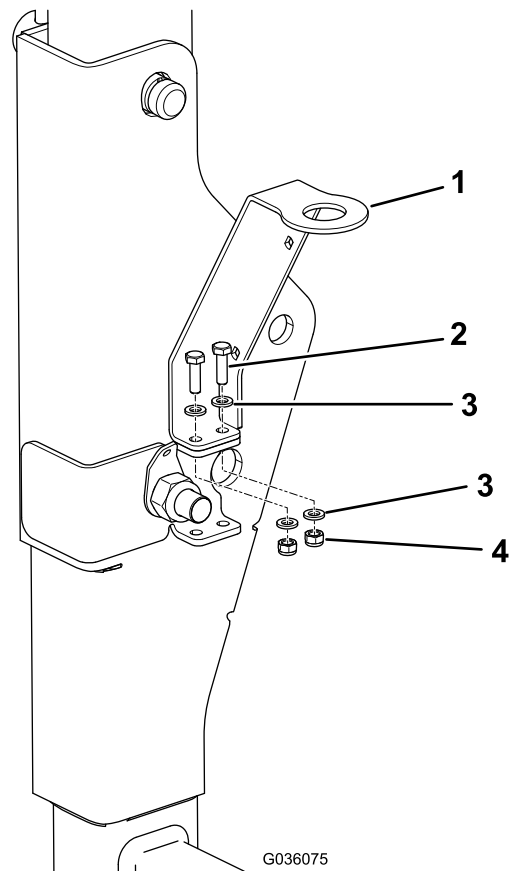

Figure 3
5. Alignez les petits trous de la patte de fixation du gyrophare et les trous supérieurs du support du ROPS (Figure 3), et fixez-les ensemble à l'aide des 2